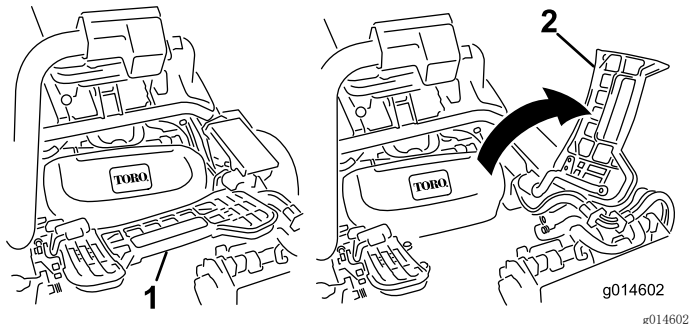

图28
1. 提起搁脚板并翻开，以便接触到中间滚刀组位置（图28）。